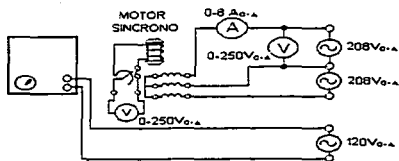

Figura 3
- Conectar el circuito de la figura 3.
• Conectó el circuito de la figura 3.